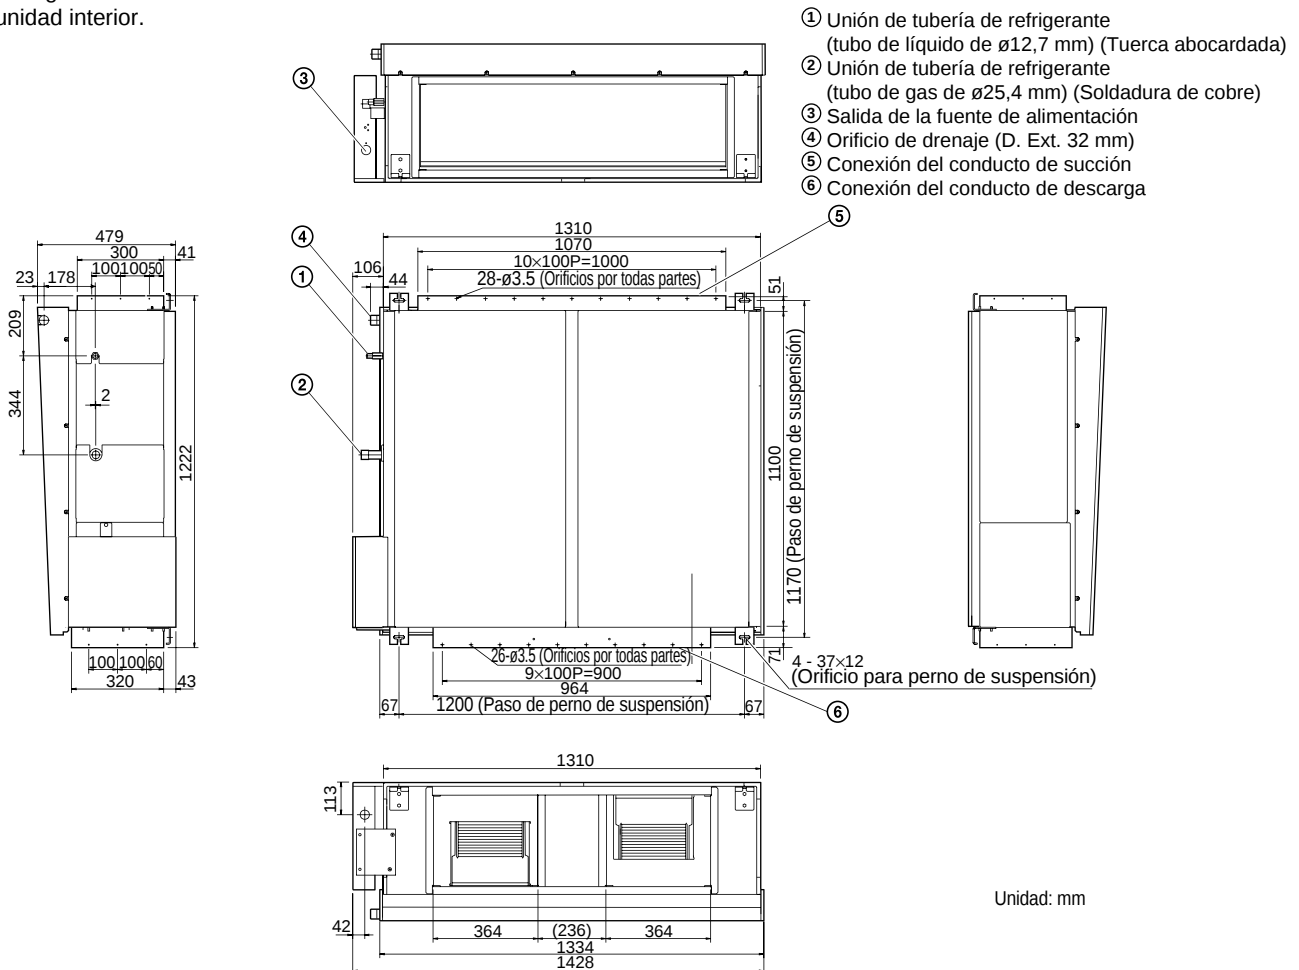

Fig. 3-90
- La Fig. 3-90 muestra las dimensiones detalladas de la unidad interior.